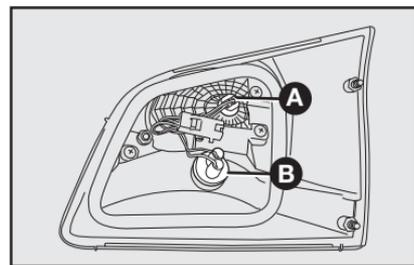

fig. 54
**A-fig. 54:** Luz de posição traseira.
**B-fig. 54:** Luz de marcha a ré.
2) Para substituir a lâmpada da luz de posição, puxar o porta-lâmpada **A-fig. 54** e puxar a lâmpada fixada a pressão. Em seguida, substituir a lâmpada e recolocar o porta-lâmpada.
3) Para substituir a lâmpada da luz de marcha a ré, girar no sentido anti-horário o porta-lâmpada **B-fig. 54** e puxar a lâmpada fixada a pressão. Em seguida, substituir a lâmpada e recolocar o porta-lâmpada, girando-o no sentido horário.